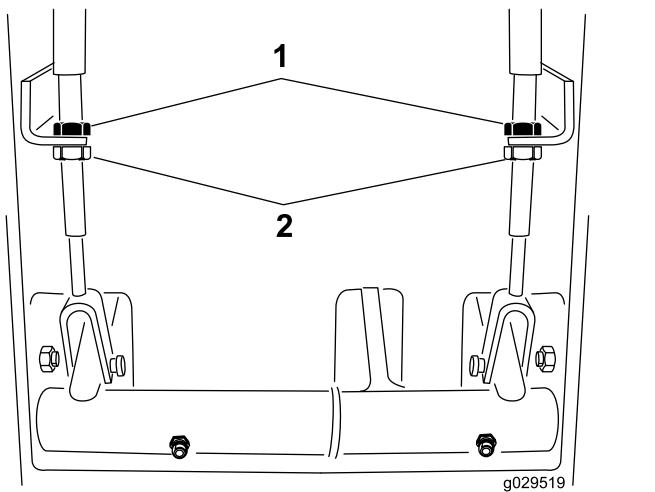

Figura 69
2. Para reduzir a folga dos pedais dos travões, desaperte as porcas de retenção frontal que se encontram na extremidade roscada do cabo dos travões (Figura 69).